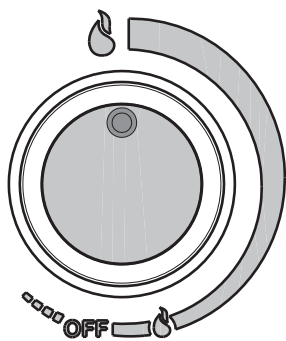

fig. 8A
- Avec le sélecteur "A" dans cette position, le chauffe-eau est allumé avec la flamme au minimum, en continuant sur la rotation, la flamme augmente jusqu'à atteindre le maximum en correspondance du symbole "☼" (fig. 8A).